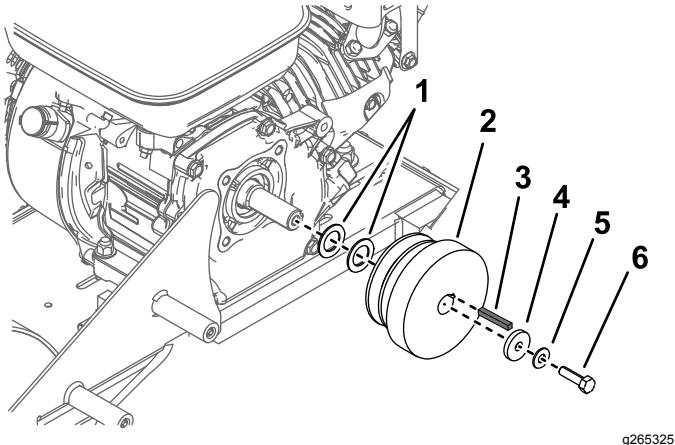

**Figura 9**
4. Aplique fijador de roscas al perno ( $\frac{1}{4}" \times \frac{3}{4}"$ ) y utilice el perno, la arandela ( $0.27" \times 0.89" \times 0.09"$ ) y la chaveta cuadrada para instalar la polea delantera, con la cara de la polea enrasada con el extremo del eje (Figura 9). Apriete el perno a  $13.6\text{ N}\cdot\text{m}$  (120 pulgadas-libra).
5. Aplique fijador de roscas al tornillo de fijación, y sujetela polea con el tornillo de fijación, la arandela ( $0.27" \times 0.89" \times 0.09"$ ) y el perno ( $\frac{1}{4}" \times \frac{3}{4}"$ ), como se muestra en la Figura 9. Apriete el tornillo de fijación a  $14.9\text{--}17.6\text{ N}\cdot\text{m}$  (132–156 pulgadas-libra).